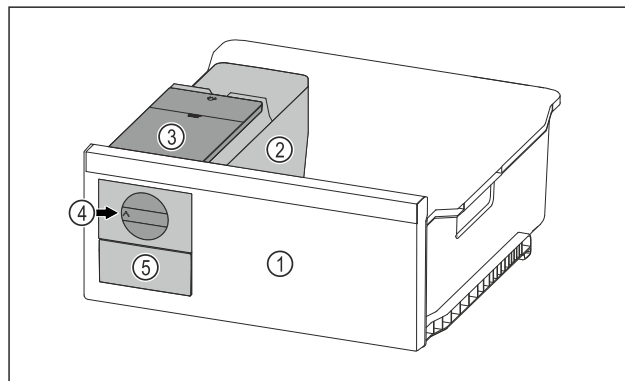

Fig. 143 Beispielhafte Darstellung
- Drehknopf Fig. 143 (4) im Uhrzeigersinn bis zum Anschlag drehen.
- Eiswürfel fallen aus der Eiswürfelschale in das Eiswürfelschubfach Fig. 143 (5).